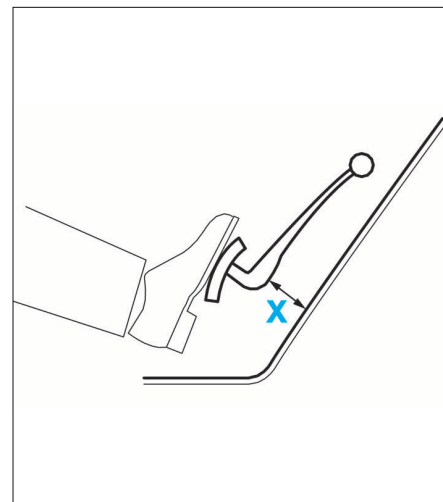

FIG. 17
- Refermer la vis de purge (1).
- Vérifier qu'un début de friction du mécanisme d'embrayage apparaît à une cote (X) (Fig.17) supérieure ou égale à 35 mm.
- Si la cote (X) est inférieure à 30 mm, effectuer de nouveau la purge.